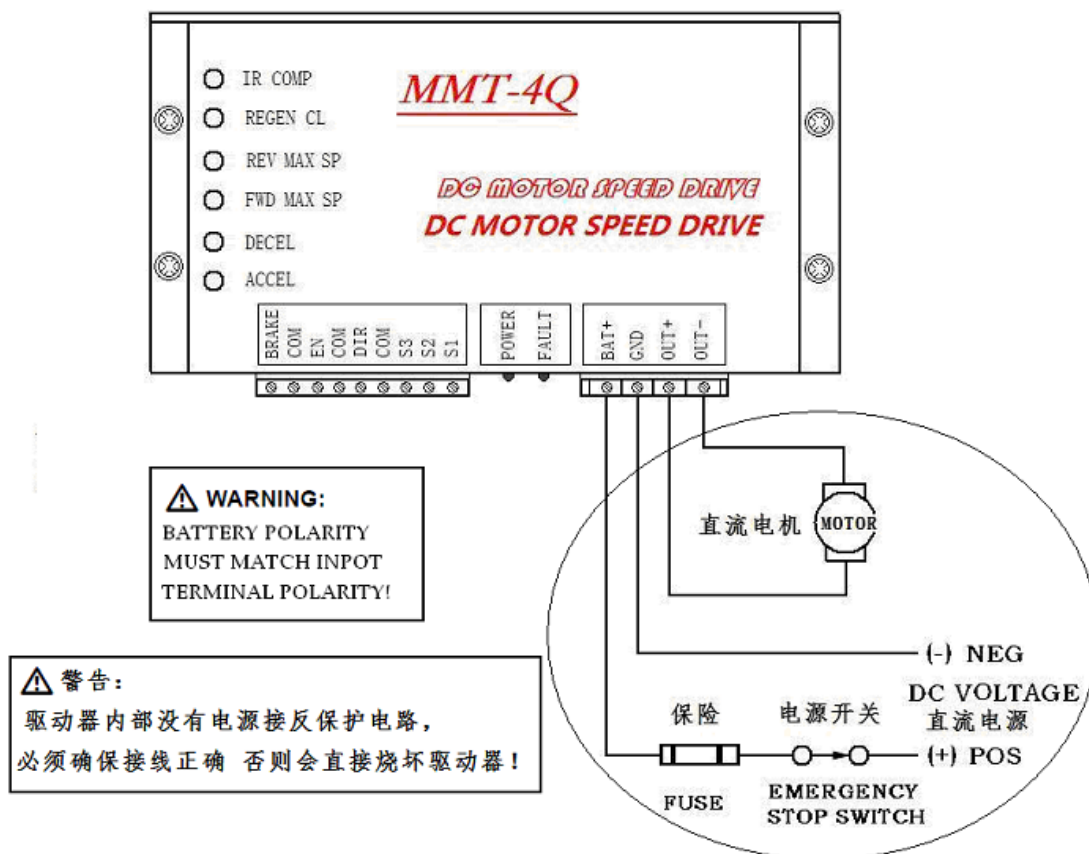

图 3
1、驱动器的电源输入端与电源（电瓶）之间，请务必加装一只快速熔断保险和电源应急总开关，以防必要时紧急断电。见图 3
连接直流电机到驱动器的 OUT+，OUT- 请见图 3。